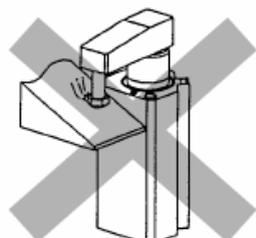

図4
- ④ ワークのクランプ面は、必ずシリンダ軸線に対して垂直にしてください。(図4)